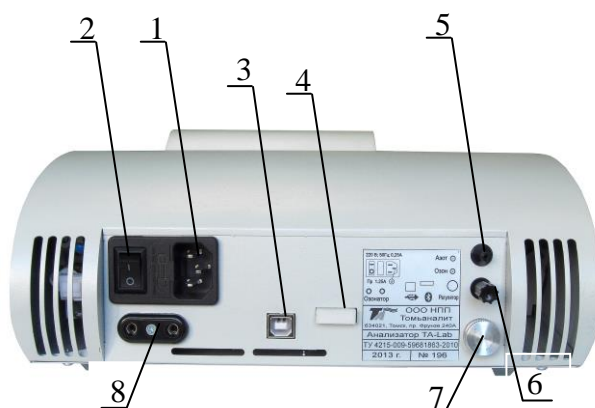

Рисунок 2 - Анализатор TA-Lab (вид сзади)
На задней панели анализатора (рисунок 2) расположены разъем 1 для подключения сетевого шнура питания, сетевой выключатель 2, разъем 3 для подключения компьютера через USB-порт, модуль Bluetooth 4, штуцер подачи азота 5, штуцер подачи озона 6 с защитным колпачком, ручка регулятора подачи газа 7, разъем 8 для подключения питания озонатора. Пломба от несанкционированного доступа расположена на стыке задней панели и дна анализатора.
2.2.1.1 Сетевой выключатель 1 расположен на задней панели анализатора (рисунок 2). При включении анализатора загорается подсветка ячеек и поднимается кронштейн для установки электродов.
2.2.1.3 Подача газа в ячейки регулируется при помощи регулятора подачи газа 4, расположенного на задней панели анализатора (рисунок 2).
2.2.2.1 При первом включении анализатора сетевой шнур питания подключить к анализатору путем ввода сетевой кабельной розетки сетевого шнура питания в приборную вилку 2 (рисунок 2).
2.2.2.4 Для подключения компьютера кабель соединительный подключить к анализатору через разъем 3 (рисунок 2) и к ПК через USB-порт.
2.3.7 При использовании методик, требующих применения озона, необходимо снять колпачок со штуцера «Озон» 5 (рисунок 2), расположенного на задней панели анализатора, и надеть на него трубку озонатора. Сетевую вилку озонатора воткнуть в разъем для подключения питания озонатора 7 (рисунок 2), расположенный на задней панели анализатора.
2.3.8 При использовании методик, требующих применения инертного газа, необходимо подключить к штуцеру «Газ» 6 (рисунок 2), расположенному на задней панели анализатора, источник инертного газа с избыточным давлением (10...20) кПа. С помощью регулятора 4 (рисунок 2) в начале процесса измерений необходимо установить расход газа, не допускающий выплёскивание раствора из ячеек.